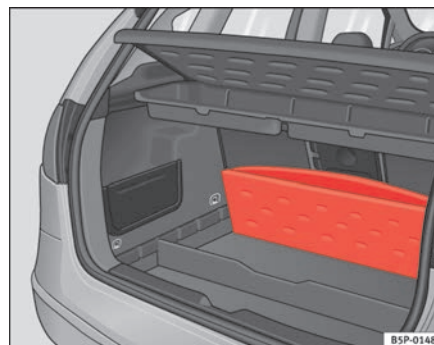

Abb. 105 Klappe am Gepäckraumboden
- Den Gepäckraumboden anheben und vollständig nach hinten klappen ⇒ Seite 144, Abb. 105.